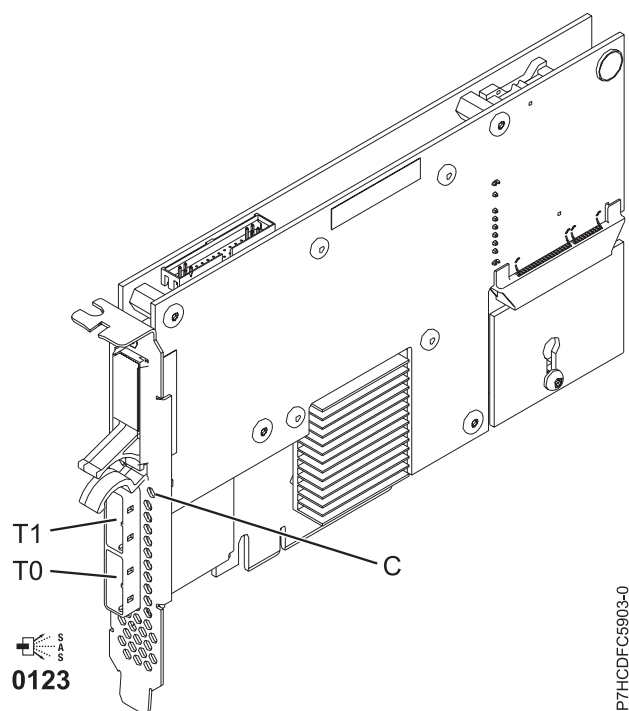

Figure 10. Carte SAS RAID PCIe double accès - x4 3 gigabits
L'adaptateur 5903 / 5805 possède un voyant ((C) dans la figure 10, à la page 21) qui clignote si des données sont présentes en cache. Le voyant de présence de données en cache clignote lorsqu'il y a de possibles données présentes dans le cache de l'adaptateur. Si le voyant indiquant la présence de données en cache clignote, ne remplacez pas le bloc de batteries de cache. S'il est remplacé pendant que le voyant clignote, les données en cache seront perdues. Voir la figure 10, à la page 21 pour localiser le voyant de présence de données en cache sur cet adaptateur.